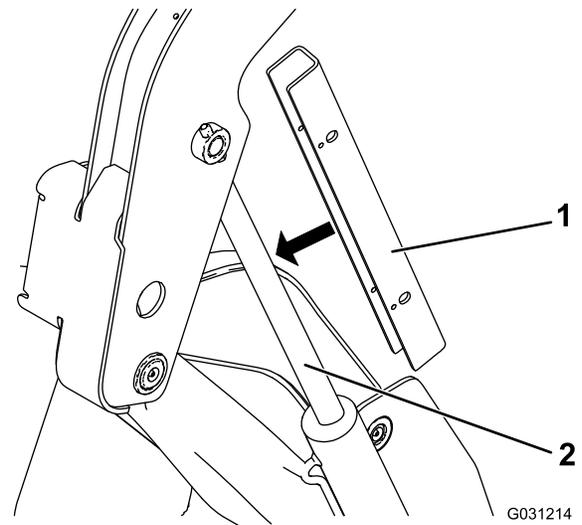

Figura 33
5. Fate scorrere il blocco del cilindro sull'asta del cilindro di sollevamento (Figura 33).